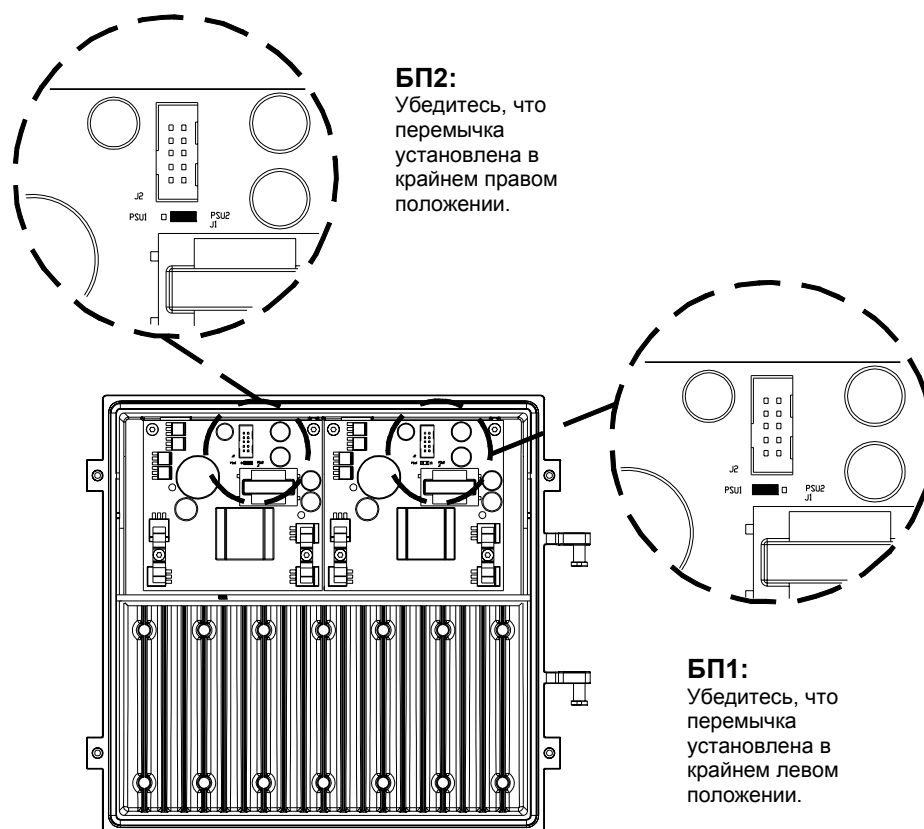

Рис. 6. Диаграмма, показывающая крышку AC8000 с двумя установленными блоками питания.
- Проверьте правильность установки переключателей (Рис. 6)